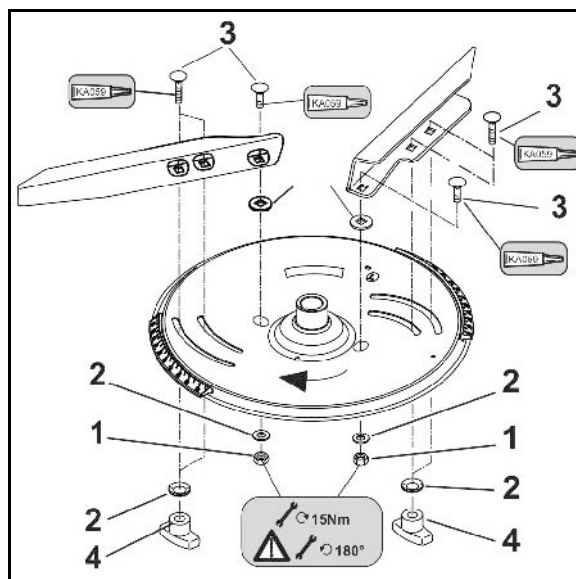

Bild 50
- 2 x 8 skruvar till bladfjädrarna (Bild 50/1)